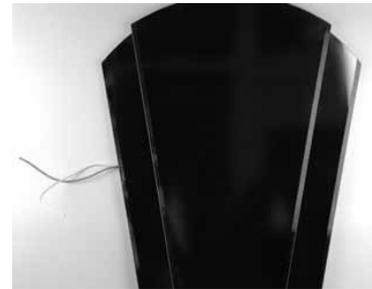

Abbildung 34
- Befestigen Sie den Spiegel an der Wand mit einem möglichst guten Kontakt zu der Heizfolie. Der Spiegel muss die Heizfolie komplett abdecken, da er gleichzeitig einen Schutz für Heizfolie bietet. (Abbildung 34).